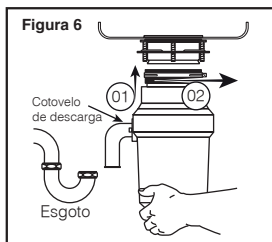

Figura 6
**A.** Alinhe o triturador sob o conjunto de montagem atentando as guias existentes no triturador. Gire o anel de montagem cerca de 1/4 " para a direita para que o triturador seja temporariamente suportado (Figura 6).
**B.** Gire o anel de montagem e o triturador até que o cotovelo de saída de resíduos do triturador se alinhe com saída de esgoto (Figura 6).